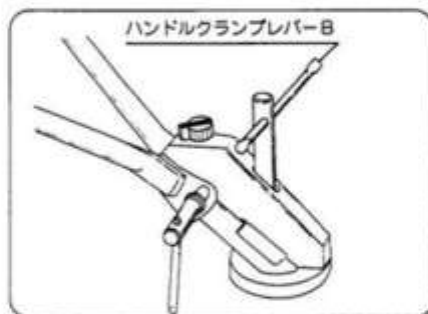

図20
- 左右の回転はハンドルクランプレバーBを緩めて、左右にハンドルを移動してください。菊座締付けで12度毎の固定が可能です。(図20・21)